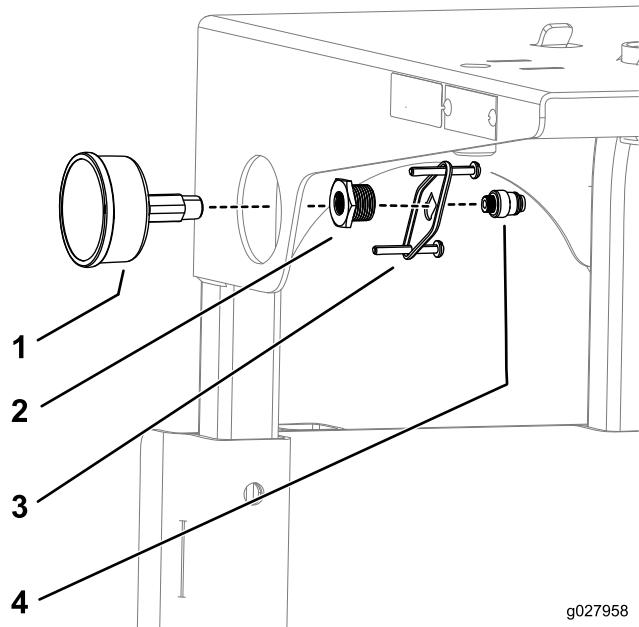

图7
- 6. 在压力表的螺纹上缠上聚四氟乙烯生料带，并按照图7所示安装压力表总成。